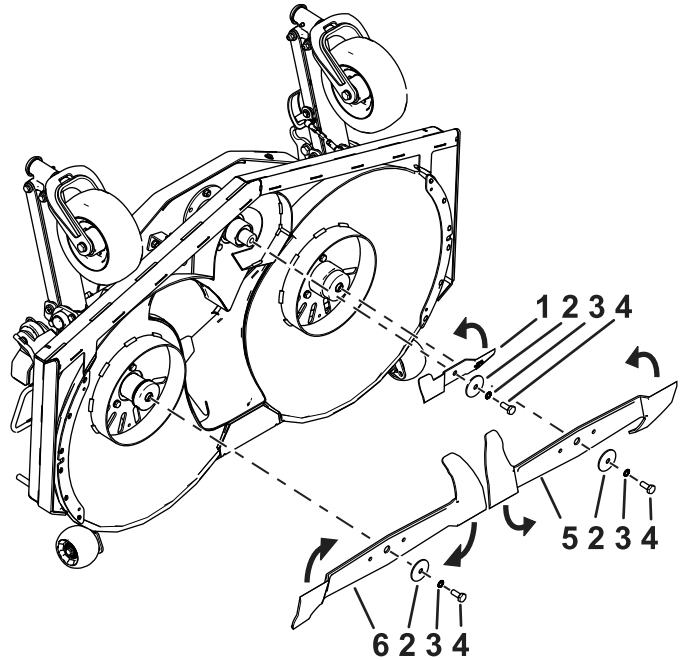
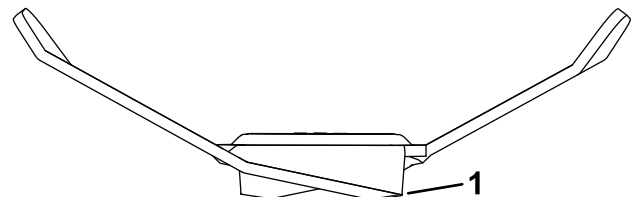

Bild 88
Bild 89
2. Untersuchen Sie die Schnittkanten (Bild 88 und Bild 89).
2. Entfernen Sie die Messerschraube, die gefederte Sicherungsscheibe, die Wellenscheibe und das Messer von der Spindelwelle (Bild 88).
1. Schärfen Sie die Schnittkante an beiden Enden des Messers mit einer Feile oder einem Werkzeug zum Schärfen (Bild 89).
Hinweis: Siehe Bild 88 für die korrekte Drehung und Installation der Messer.
2. Befestigen Sie das Messer mit der vorher entfernten Messerschraube, der gefederten Sicherungsscheibe und der Wellenscheibe (Bild 88).